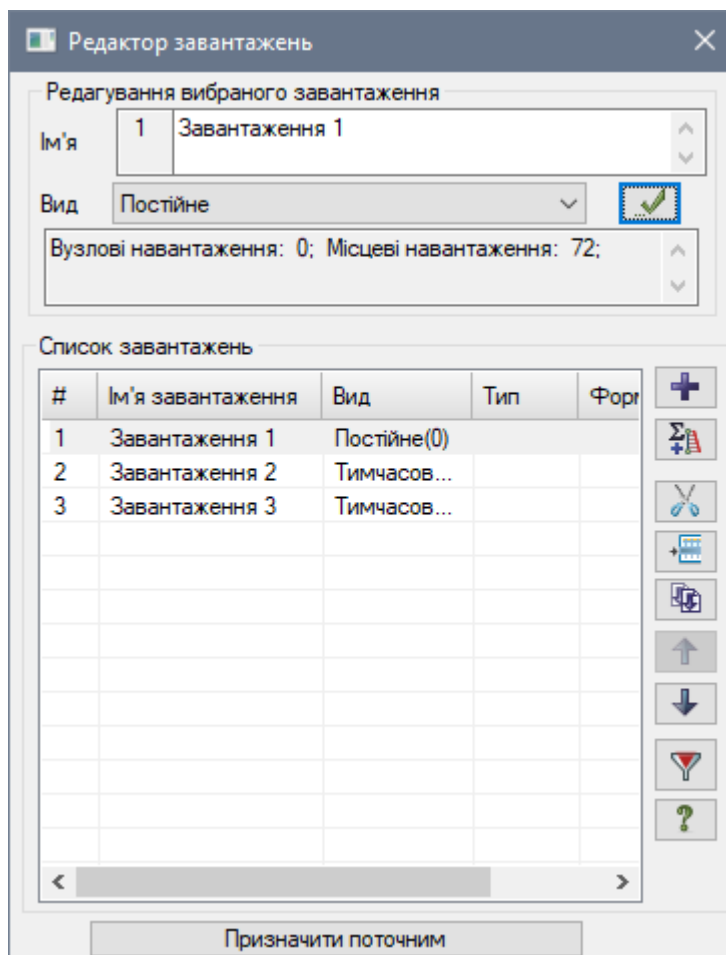

Рис. 2.18. Діалогове вікно Редактор завантажень
- Відкрийте діалогове вікно **Редактор завантажень** (рис. 2.18) натиснувши на кнопку  – **Редактор завантажень** (панель **Навантаження** на вкладці **Створення та редагування**).